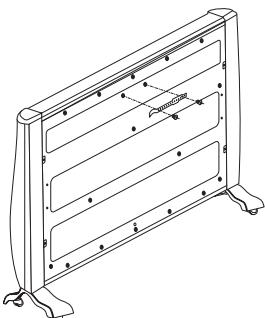

Figura 3
- Instale a pega fornecida na parte de trás do aparelho apertando-a com dois parafusos conforme indicado (Figura 3) com 2 parafusos 4*14 fixe os pés no respetivo orifício.